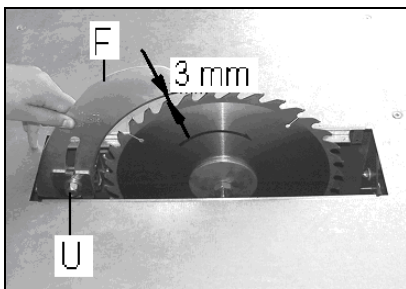

Рис. 15
Расклинивающий нож (F, Рис. 15) зажимается одной гайкой (U).